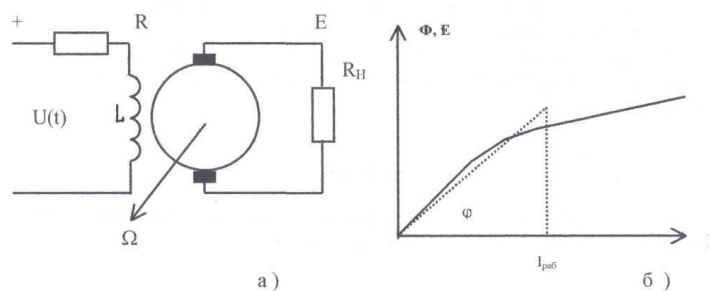

Рис. 2. Электромашинный усилитель:
Получить дифференциальное уравнение и передаточную функцию электромашинного усилителя (ЭМУ, рис. 2 а), обмотка возбуждения которого питается от маломощного источника постоянного тока (входное воздействие, возбуждающее магнитный поток), а якорь приводится во вращение с постоянной скоростью от внешнего двигателя. Достаточно большая выходная мощность вырабатываемой ЭМУ энергии используется для сварочных и других видов работ.
2. Определяется соотношение между выходной величиной $E(t)$, являющейся электродвижущей силой ЭМУ, и током $I(t)$ в обмотке возбуждения. С учётом линеаризации кривой намагничивания на рабочем участке (рис. 2 б) это соотношение следующее: